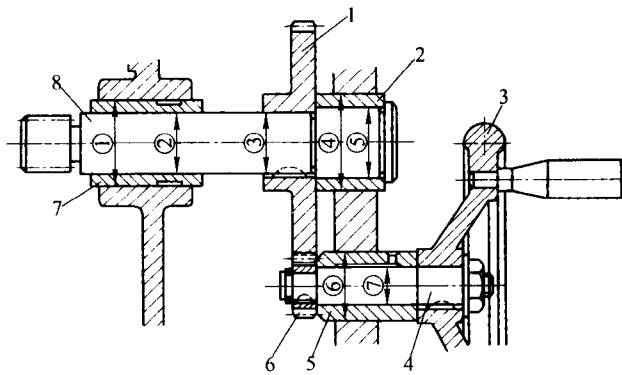

图 1-3.3
3-19 图1-3.3为车床溜板箱手动机构的结构简图。转动手轮3,通过键带动轴4左端的小齿轮6转动,轴4在套筒5的孔中转动。小齿轮6带动大齿轮1转动,再通过键带动齿轮轴8在两个支承套筒2和7的孔中转动,齿轮轴8左端的齿轮也转动。这齿轮与床身上的齿条(未画出)啮合,使溜板箱沿导轨作纵向移动。各配合面的基本尺为:① $\phi 40\text{mm}$;② $\phi 28\text{mm}$;③ $\phi 28\text{mm}$;④ $\phi 46\text{mm}$;⑤ $\phi 32\text{mm}$;⑥ $\phi 32\text{mm}$;⑦ $\phi 18\text{mm}$ 。试选择这些孔与轴配合的配合制、标准公差等级和配合种类。